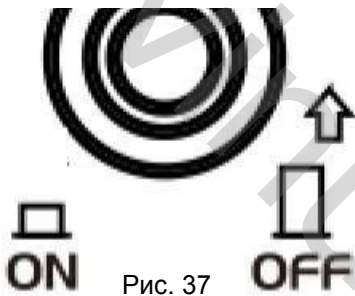

Рис. 37
7.1 Встановіть запобіжник AC і DC в положення "OFF" EG3200/5000IO (Рис. 37).